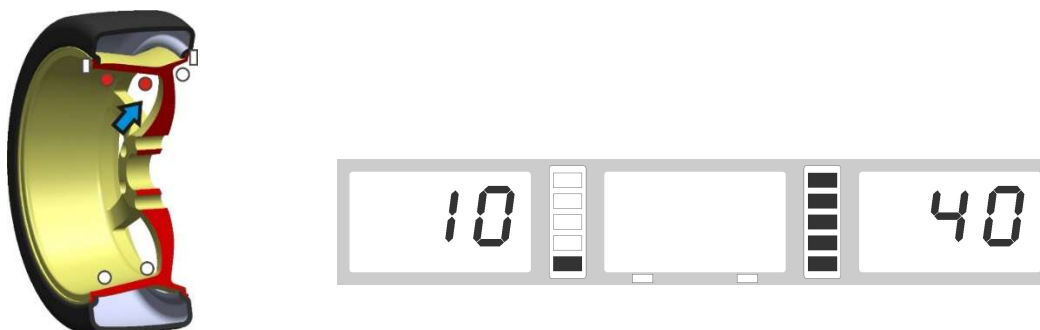

Fig. 6
- Als je het wiel langzaam linksom draait, toont het rechter display met volledig verlichte LED's de juiste hoekpositie waarin de balanceergewichten (12 uur positie) aan de buitenkant moeten worden gemonteerd (zie Fig. 6).